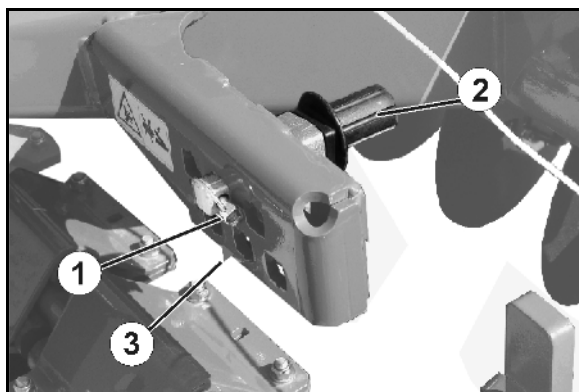

Рис. 40
Для этого имеются в распоряжении 6 гнезд (Рис. 40).
3. Ослабьте пружинный фиксатор (Рис. 40/1).
4. Поставьте эксцентриковый палец (Рис. 40/2) в нужное гнездо.
- Удобное место для крепления маркировано стрелкой (Рис. 40/3).